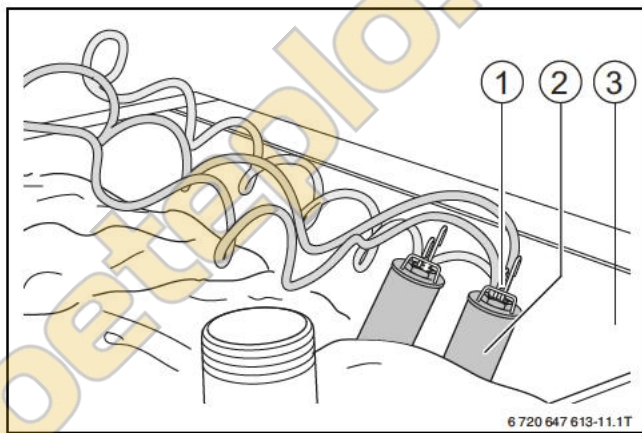

Рис. 17 Подключенные датчики температуры
- Реле контроля температуры котловой воды (TW)
- ▶ Вставьте датчики (→ рис. 17, [1]) в погружные гильзы (→ рис. 17, [2]) на верхней стороне котла (→ рис. 17, [3]).